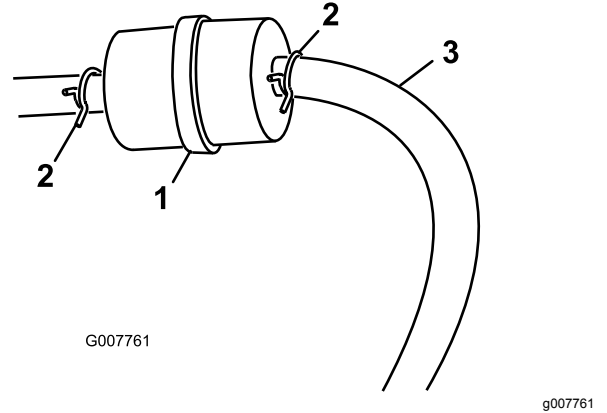

图 26
3. 将软管夹的两端挤压到一起将它们滑离滤清器图 26。
5. 安装新的滤清器并将软管夹移近滤清器图 26。
3. 松开燃油滤芯上的软管夹、沿燃油管向上滑动、使之离开燃油滤芯图 26。
4. 从燃油滤芯上断开燃油管图 26。
注意 让燃油排入燃油容器或放油盘图 26。
5. 将燃油管安装到燃油滤清器上。将软管夹滑近燃油滤清器固定燃油管 (图 26)。